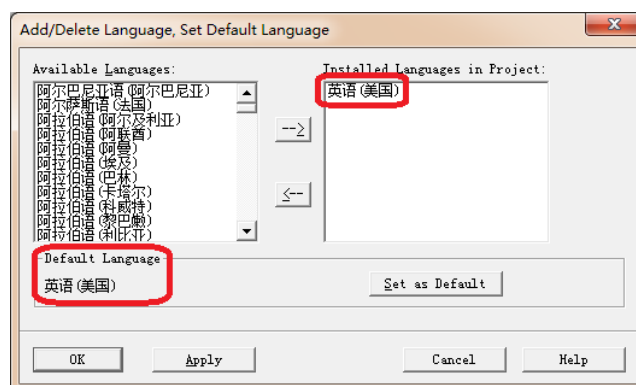

图 10
(B) 在已安装项目语言中添加英语（美国），并将其设置为默认语言，如图 10 所示。